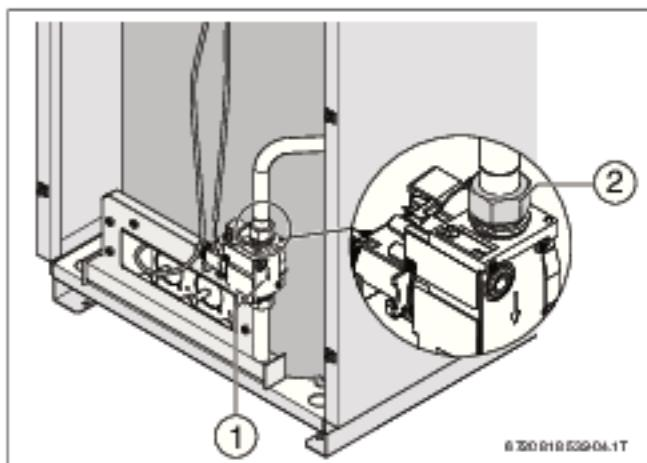

Рис. 34 Демонтаж горелки
- Подсоедините газоподводящую трубу к клапану резьбовым соединением [2] с моментом затяжки 48-52 Н·м (→ рис. 34, стр. 33). При присоединении газоподводящей трубы фиксируйте газовый клапан от смещения на фланце под гайкой [2].